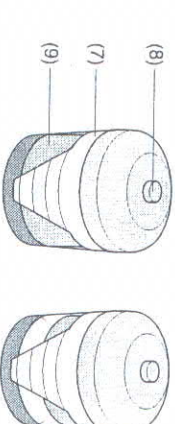

Fig. 5.3 Indicador de vacío
5. Reponga a cero el indicador de vacío (Fig. 5.3).